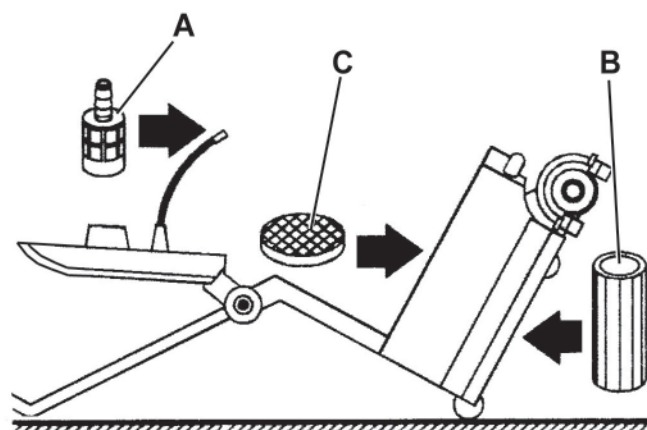

Figure 5
1. Pousser l'interrupteur principal (2) sur « 0 ».
2. Soulever la brosse et les embouchures avec la pédale (25).
4. Vider le réservoir de solution (14) et le laver à l'eau courante.
5. Vider le réservoir de récupération (15) et le laver à l'eau courante.
7. Enlever la brosse (20) et la laver à l'eau courante.
9. Contrôler le filtre à solution (A, Fig. 5) et le préfiltre (B). Les laver à l'eau courante et les remplacer s'ils sont abîmés.
10. Contrôler le filtre de vidange (C). Le nettoyer à l'air et le remplacer s'il est bouché.